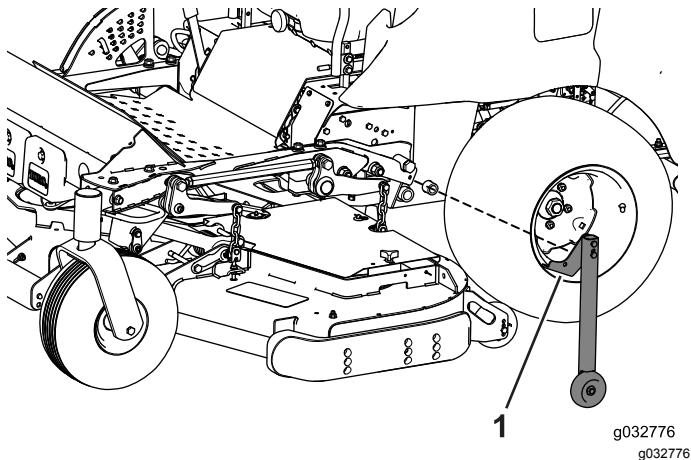

Рисунок 129
1. Снимите переходные ролики, расположенные с каждой стороны летней рамы (Рисунок 129).